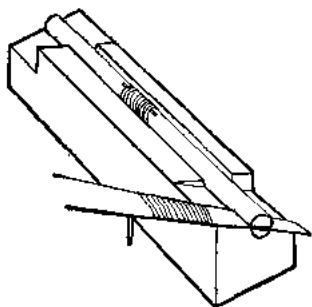

图 4
4. 用法 用小削刀或刀片沿着支架面的斜面推向芒杆，即能开一个 20° 角度，见图 4，如果芒杆直径小于 10 毫米的，需在凹槽内垫纸片，务使芒杆圆心落在刀片推切的面。